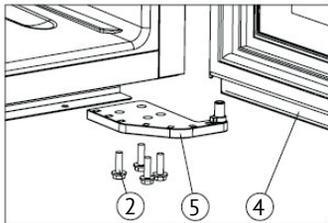

Bild 2
➔ Nachdem Sie die M5*16-Schrauben ② gelöst haben, entfernen Sie das untere rechte Scharnier ⑤ (Bild 2).